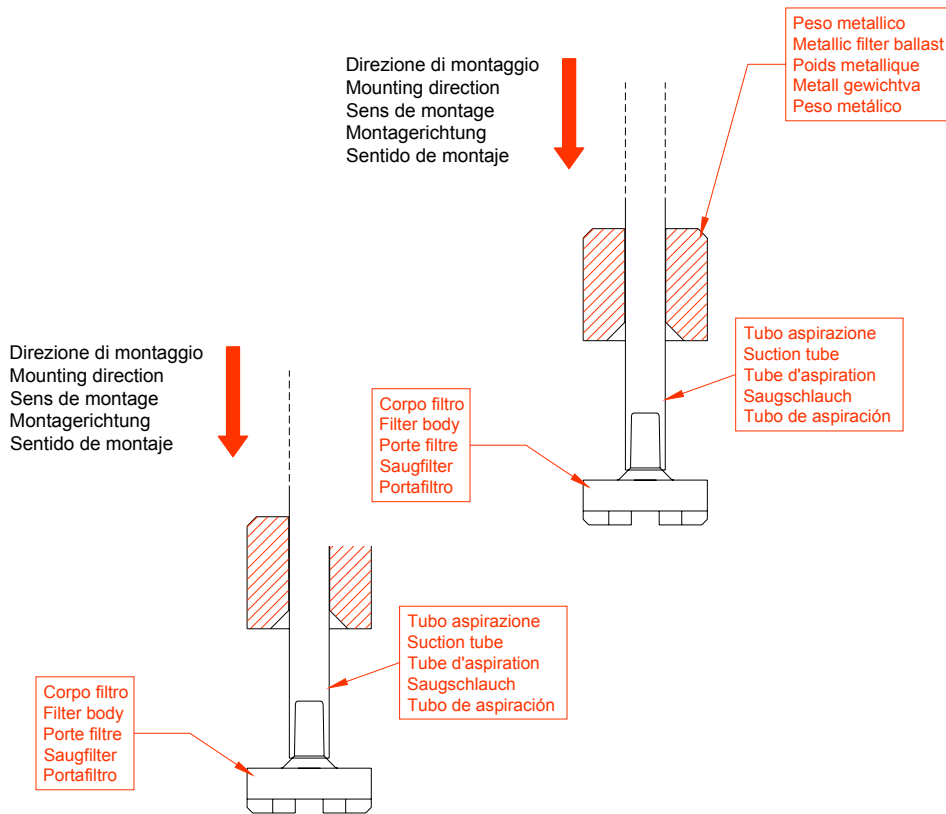

Fig. 4
- La fig. 4 reporte chacune des phases de montage du filtre d'aspiration.